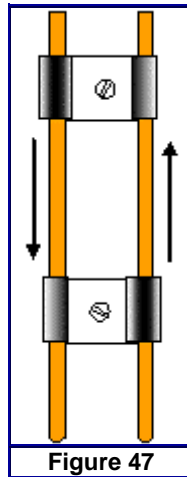

Figure 47
- Le meilleur rendement étant obtenu par un **déclenchement dans la zone de vallée**, on peut monter sur les câbles **des arrêts** pour les câbles primaires qui bloquent le déplacement à l'endroit désiré. Chaque arrêt étant **bloqué** sur un câble, l'autre câble **couissant** à l'intérieur. Le positionnement des blocages se fait sur allonge désirée. (Figure 47)